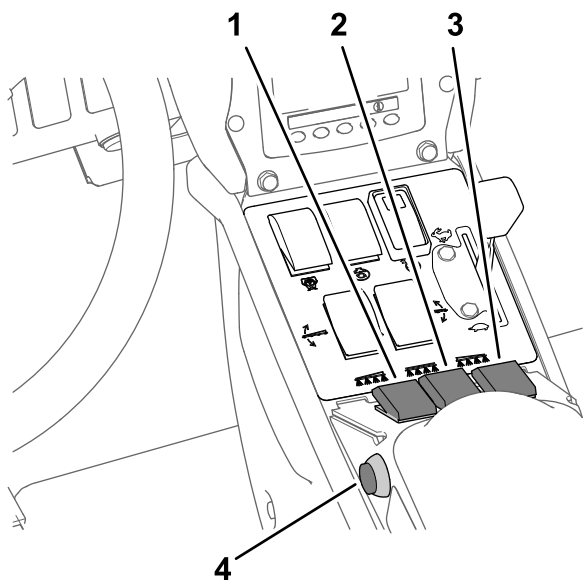

Figura 41
7. Ponga los interruptores de sección de fumigación en la posición de ACTIVADO (Figura 41).
3. Ponga el interruptor maestro en la posición de DESACTIVADO; consulte Figura 41, en Fumigación en el Modo de caudal de aplicación (página 38).
7. Ponga los interruptores individuales de las secciones que desea utilizar en la posición de ACTIVADO; consulte Figura 41 en Fumigación en el Modo de caudal de aplicación (página 38).
9. Conduzca a la velocidad deseada y luego ponga el interruptor maestro en la posición de ACTIVADO para empezar a fumigar; consulte Figura 41, en Fumigación en el Modo de caudal de aplicación (página 38).